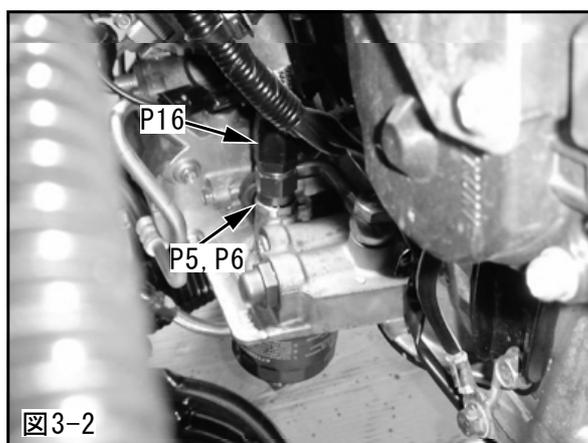
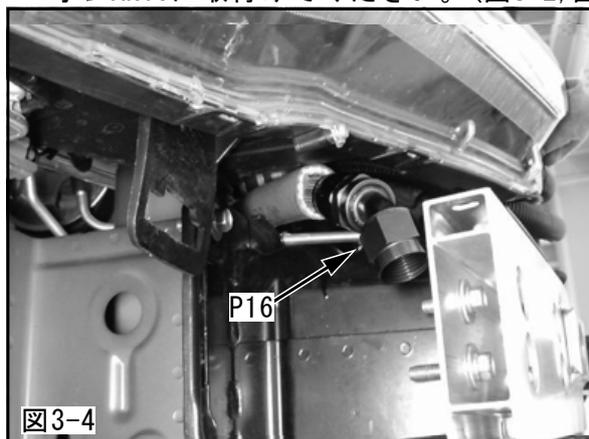

図3-2
図3-4
- (3) ユニオンをエンジンに取付けてください。(図3-2)
- (5) オイルクーラホースNo.2を3. (3)でエンジンに取付けたユニオンAN10に取付けてください。(図3-2, 図3-4, 図3-5)